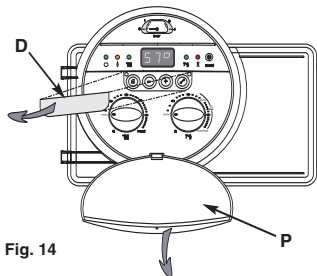

Fig. 14
**83.0** validar pulsando la tecla de **Regulación**  una vez. Los elementos 2 y 3 dejarán de parpadear. Habrá concluido la regulación. La pantalla de visualización volverá al modo de usuario al cabo de 1 minuto aproximadamente. Una vez hayan concluido las regulaciones, volver a colocar el adhesivo **D** y cerrar la puerta **P** (Fig. 14).
L'apparecchio all'uscita dalla fabbrica è prerogolato. Il valore di queste regolazioni è specificato nei menu 3 e 4. Tutte le regolazioni possono essere modificate dall'installatore o da un professionista qualificato. Le regolazioni e le informazioni sulla caldaia sono accessibili aprendo los portellino P della scatola elettrica verso il davanti e dopo avere ritirato il mascherino D (fig. 14).